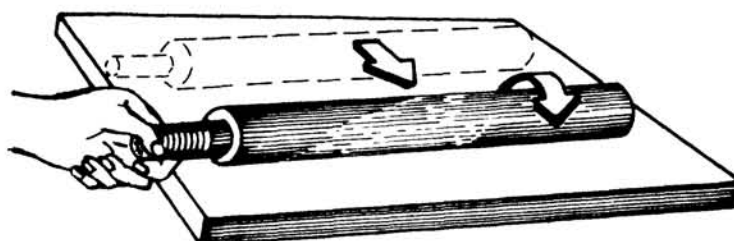

Fig. 1
- 2o Paso - *Haga rodar el eje y observe si se desliza uniformemente sobre el mármol (fig. 1).*